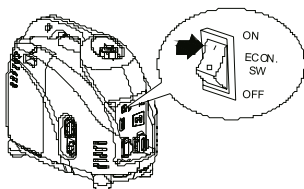

Рис. 19
- б) Переведите переключатель экономичного режима в положение «ON» (Рис. 19).